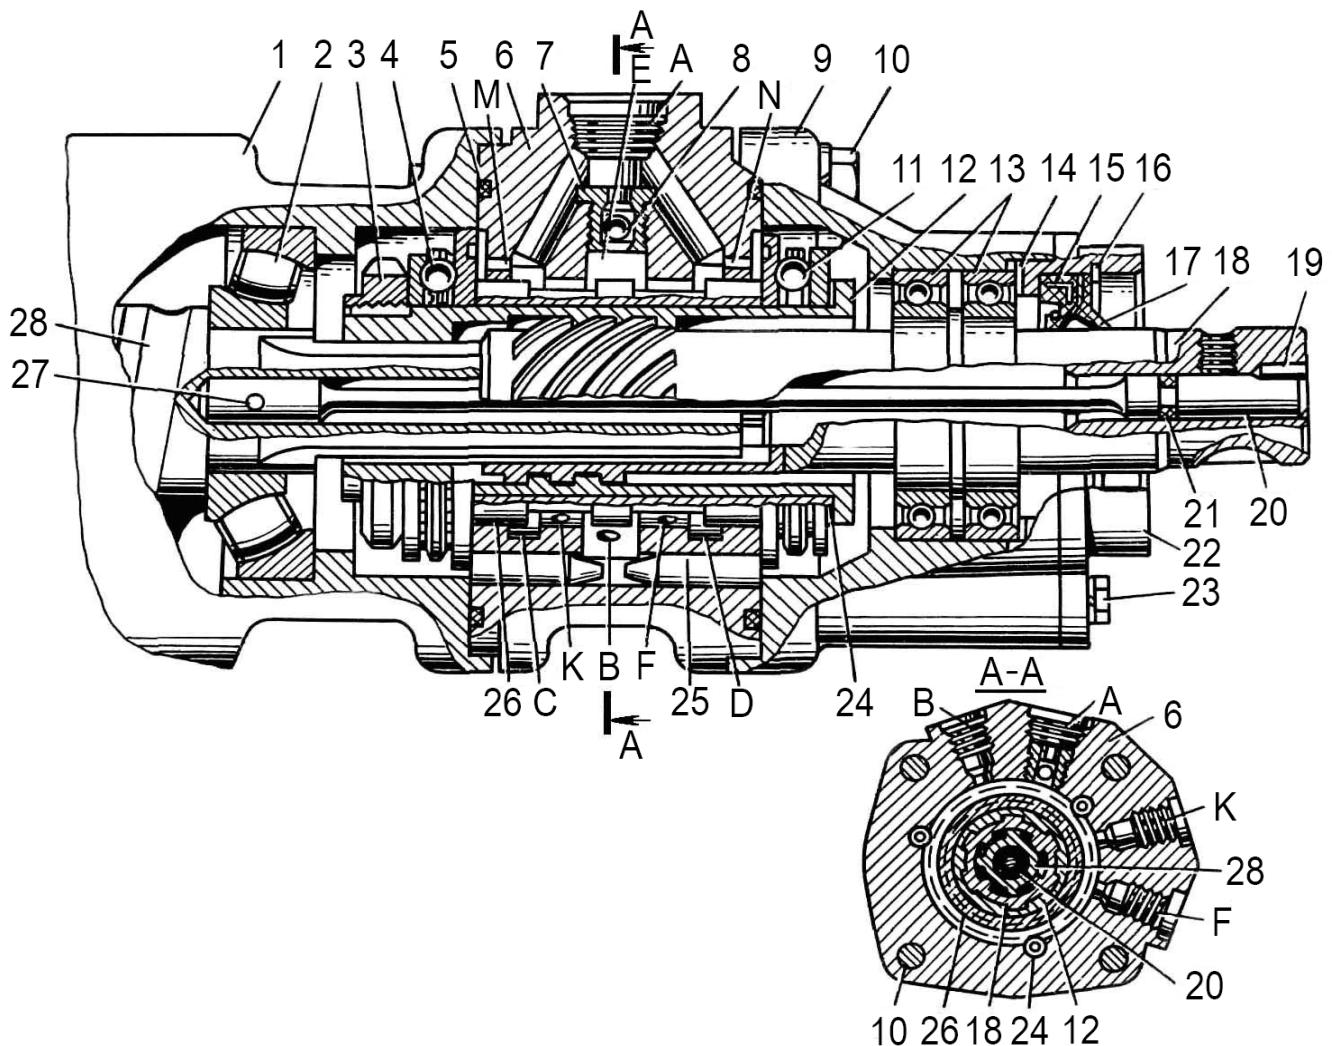

Рис. 55. Распределитель рулевого механизма:
Средняя расточка соединена с каналом для подвода рабочей жидкости от насоса, а крайние – с каналом для отвода жидкости на слив. В трех реактивных камерах корпуса размещены плунжеры 25 (см. рис.55), которые могут в нем свободно перемещаться.
3. Отсоединить вилку карданного вала 10 (см. рис.52) от входного вала 18 (рис.55), для чего вывернуть его стяжной болт.
2. Отвернуть болты 10 (рис.55) крепления распределителя к картеру 1 рулевого механизма.
Примечание. Рекомендуется перед снятием распределителя нанести метки взаимного расположения картера 1 (см. рис.55) рулевого механизма, корпуса 6 распределителя и его крышки 9.
7. Извлечь из крышки 9 (см. рис.55) вал 18 в сборе с подшипниками 13. Спрессовать с вала 18 подшипники 13.
18. Выбить штифт 27 (см. рис.55) крепления торсиона 20 и извлечь из винта 28 торсион.
12. Установить в корпус 6 (см. рис.55) распределителя реактивные плунжеры 25 и ввернуть обратный клапан 7.
19. Установить распределитель 6 (см. рис.53) в картер 3 рулевого механизма по меткам, нанесенным при разборке. При этом круговые пазы в торсионе 20 (см. рис.55) и на входном валу 18 должны совпадать.
3. Поворотом входного вала 18 (см. рис.55) совместить метку на торце вала зубчатого сектора с меткой на сошке, надеть сошку на щелицы вала сектора и закрепить ее.